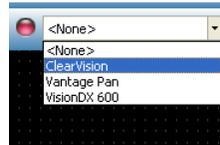

Figura 14: Selección de ClearVision™ **Sensor** en Progeny Imaging
- Seleccione ClearVision como se muestra en la Figura 14.